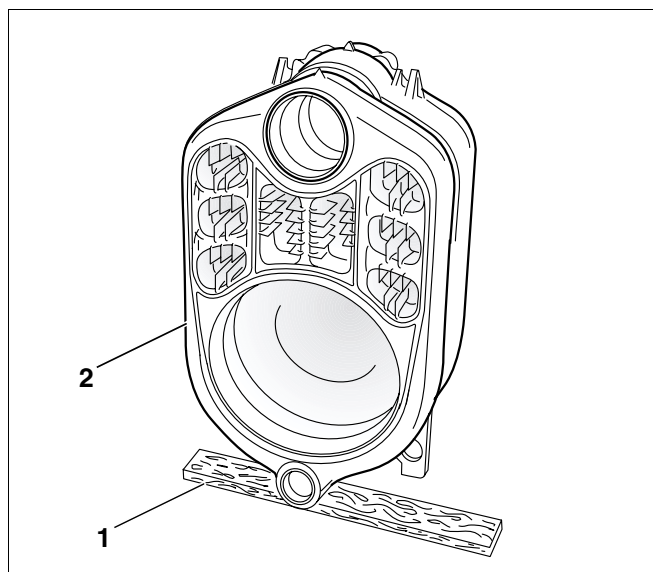

Fig. 16 Amplasarea unui bloc parțial
- Amplasarea unui bloc parțial format din doi elemente ai cazanului (Fig. 16).
- Scândura plată (Fig. 16, **Poz. 1**) se amplasează (Fig. 16, **Poz. 2**) sub elementul intermediar de cazan.